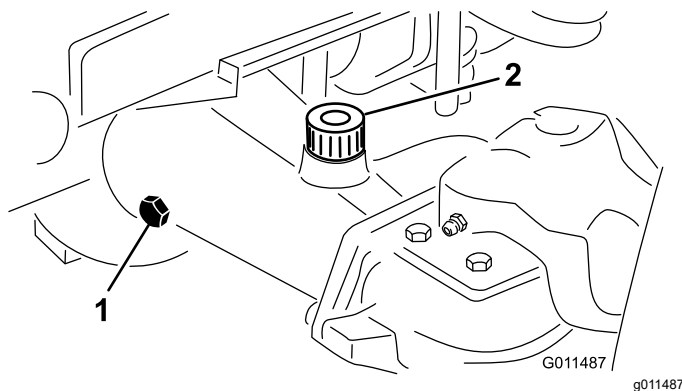

Figura 16
2. Retire un tapón de verificación de un extremo del eje y asegúrese de que el lubricante llega al borde inferior del orificio (Figura 16).